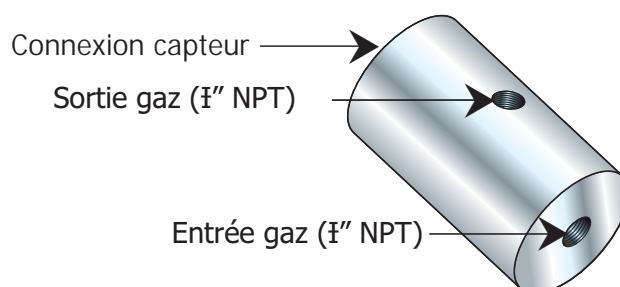

Figure 3 Bloc échantillon
3. Les raccordements de gaz pour le capteur distant se font soit via un orifice d'échantillon installé de façon permanente dans lequel le capteur peut être inséré, soit via un bloc capteur (voir la figure 3) directement fixé à la sonde autour duquel circule l'échantillon. L'échantillon de gaz entre dans le bloc capteur via des raccords qui peuvent être installés via un filetage femelle NPT de 0,32 cm (1/8"). Une rondelle Dowty est prévue pour sceller la connexion entre le capteur et le bloc.